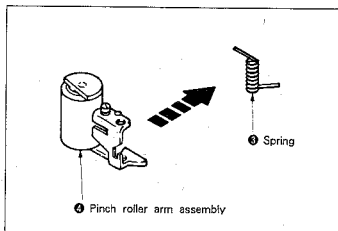

Fig. 7-18.
-) Remove spring ③. (See Fig. 7-18.)